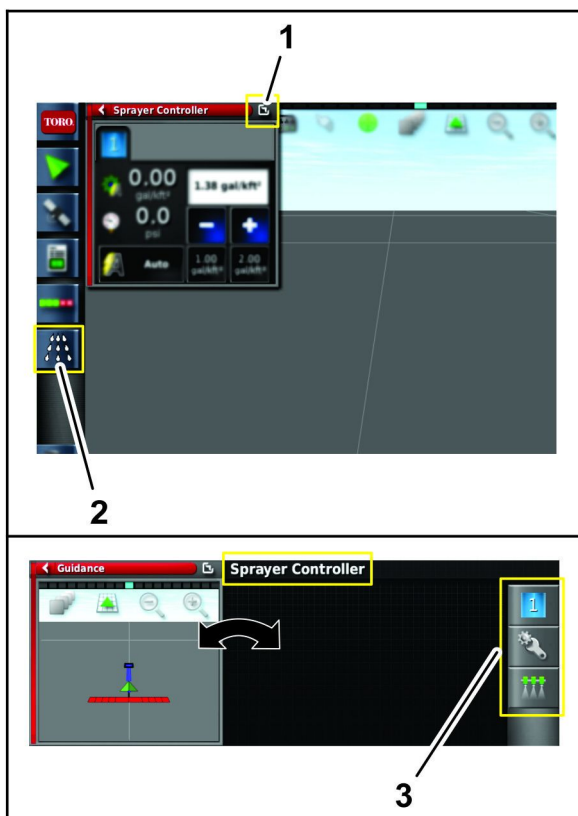

Figura 95
- C. Pressione o ícone de comando do pulverizador (Figura 95).
- E. Pressione o ícone configuração no submenu de comando do pulverizador para exibir o menu de configuração (Figura 95).
2. Pressione o ícone de Janela do interruptor para regressar ao menu do controlador do pulverizador (Figura 95).